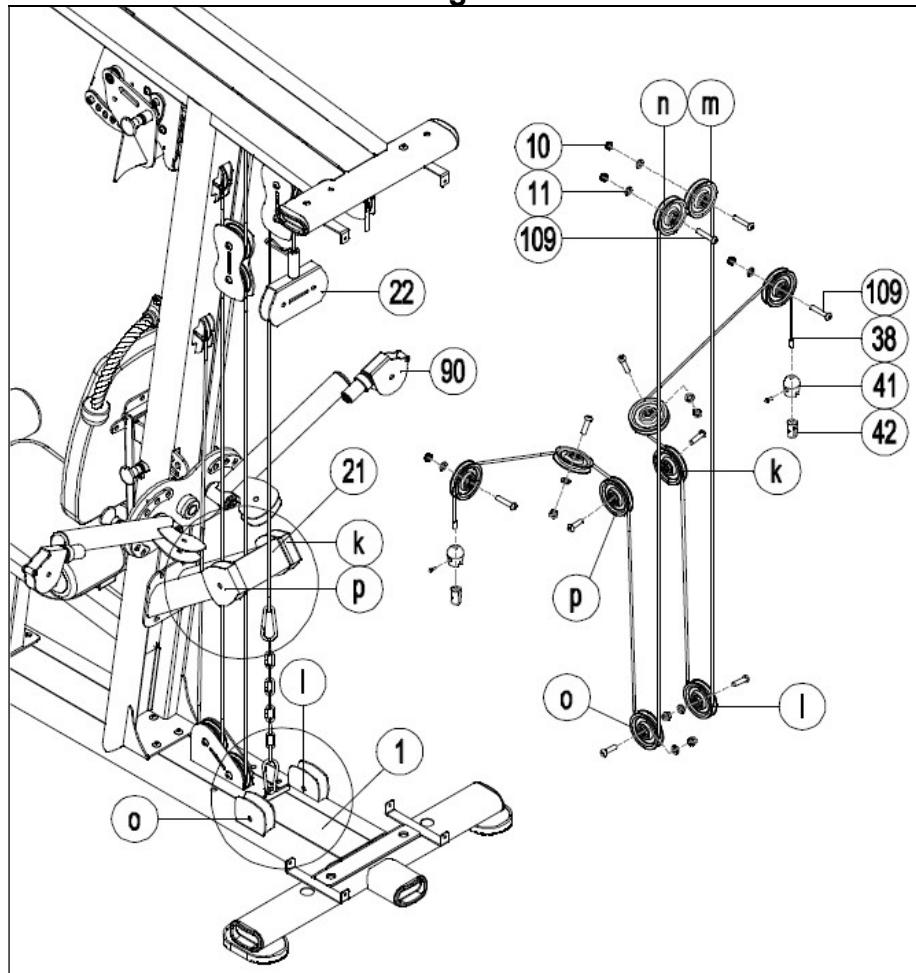

Fig.27
27.- Fije las manetas (47) con el gancho (43) en el eje (42) del soporte (90), Fig.27.